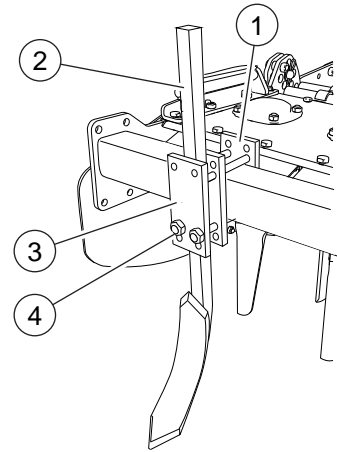

FIG. 19
Den Scharen-Träger (1, "Fig. 19") auf der Vorderschiene einbauen. Den Tiefenlockerer (2) zwischen den Platten einsetzen (2). Die Höhe des Bodens regulieren. Die Schraubenmutter festdrehen (4).